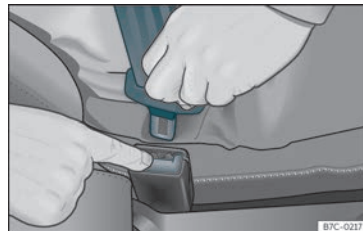

Fig. 10 Soltar a lingueta do fecho do cinto.
- Pressione o botão vermelho do fecho »» **Fig. 10.** A lingueta saltará do fecho.